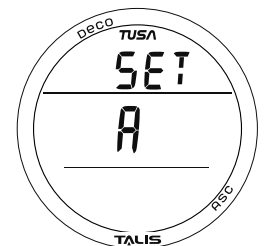

Abb. 30 - ALARME EINSTELLEN LEAD-IN
- > A + S (2 Sek.), bei Anzeige des Gaseinstellungs-Displays - zum Aufrufen des EINSTELLUNG-A-Lead-in-Displays (Abb. 30).